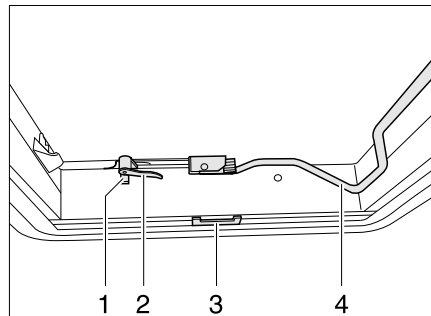
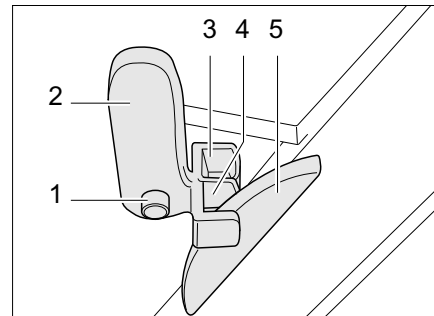

Bild 50 Heki-Dachhaube, geschlossen
Bild 51 Heki-Dachhaube in Lüftungsstellung 1
- Sicherungsknopf (Bild 50,1) drücken und Verriegelungshebel (Bild 50,2) eine viertel Umdrehung nach innen drehen.
- Bügel (Bild 50,4) nach unten aus der Arretierung ziehen.
- Verriegelungshebel (Bild 50,2 und Bild 51,2) eine viertel Umdrehung drehen. Die Nase der Dachverriegelung (Bild 51,5) muss dabei in die obere Verriegelungsgabel (Bild 51,3) eingreifen.
- Sicherungsknopf (Bild 51,1) drücken und Verriegelungshebel (Bild 51,2) zurückdrehen. Die Nase der Dachverriegelung (Bild 51,5) muss dabei in die untere Verriegelungsgabel (Bild 51,4) eingreifen.